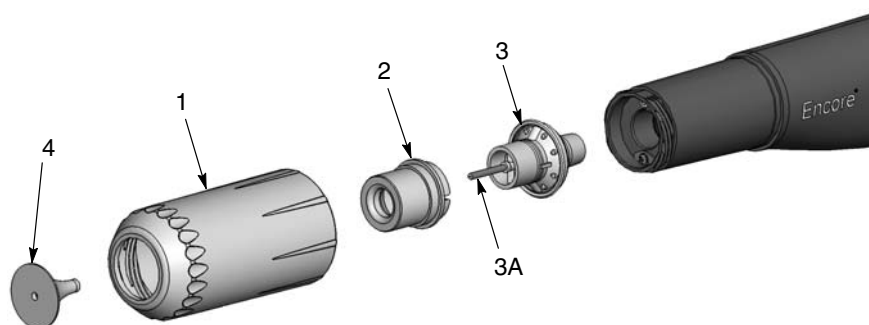

Figure 9 Remplacement des déflecteurs optionnels et des buses coniques
1. Voir la figure 9. Pour remplacer le déflecteur (4), le retirer doucement du bloc électrode (3). Si seul le déflecteur est remplacé, monter le déflecteur neuf sur l'électrode en prenant garde de ne pas plier le fil de l'électrode.
2. Pour remplacer la totalité de la buse, dévisser l'écrou de buse (1) en sens inverse des aiguilles d'une montre.
3. Retirer la buse conique (2) du bloc électrode.